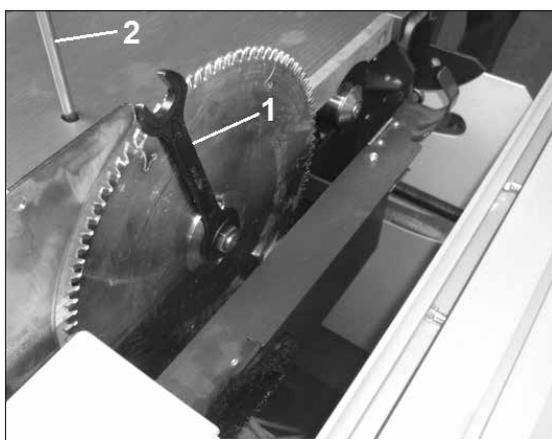
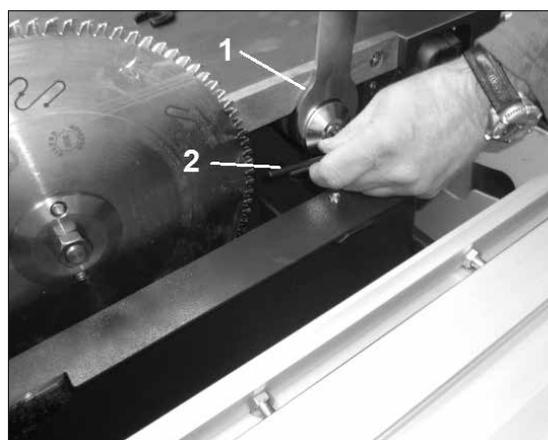

Abb.9
Abb.10
Nun muss das Hauptsägeblatt ganz nach oben gedreht werden und der mitgelieferte Arretierstift (Abb.9,2) von oben durch den Sägetisch hindurch in die Bohrung der Sägewelle eingeführt werden. Mit dem mitgelieferten Schlüssel (3) kann nun die Mutter (1) durch Drehen nach rechts (Sägewelle hat Linksgewinde) gelöst werden. Beim Sägeblattwechsel immer darauf achten, dass alle Anlageflächen sowie Flanchen und Sägeblätter sauber sind, um einen stets sauberen Schnitt zu gewährleisten. Beim Vorritzsägeblattwechsel den mitgelieferten Schlüssel (Abb.10,1) auf den Festflanch stecken und mit dem Inbusschlüssel die Klemmschraube in der Achse durch Drehen nach links (Vorritzsägewelle hat Rechtsgewinde) lösen.